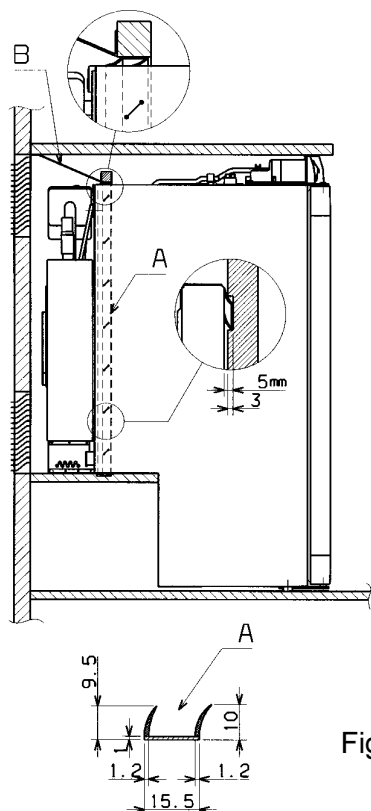

Fig.1
Il faut également installer une plaque de refoulement (B), munie des joints à lèvres (A) difficilement inflammable, dans le renforcement (voir fig. 1).
La plaque (B), munie des joints à lèvres (A), doit également isoler le réfrigérateur par rapport à la pièce (voir fig. 1).